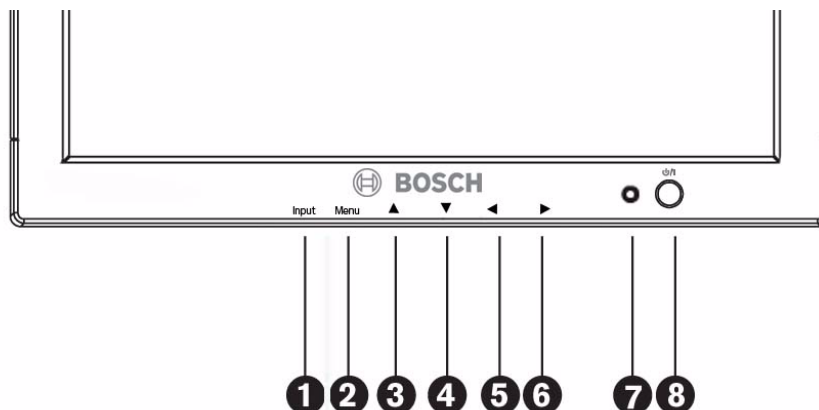

Рисунок 7.1 Кнопки на передней панели
2. Нажмите кнопку включения питания, чтобы включить питание монитора (см. *Рисунок 7.1*).
4. Нажмите кнопку Menu для активации главного меню (см. *Рисунок 7.1*).